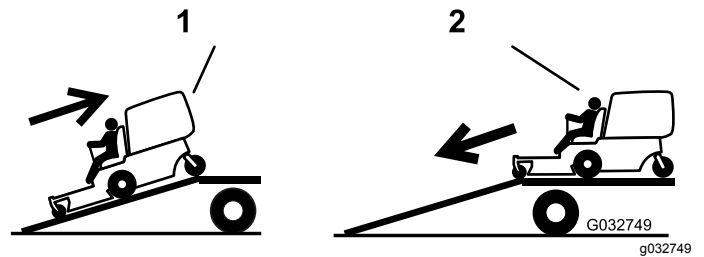

Figura 26
2. Baje la máquina por la rampa conduciendo hacia adelante (Figura 26).